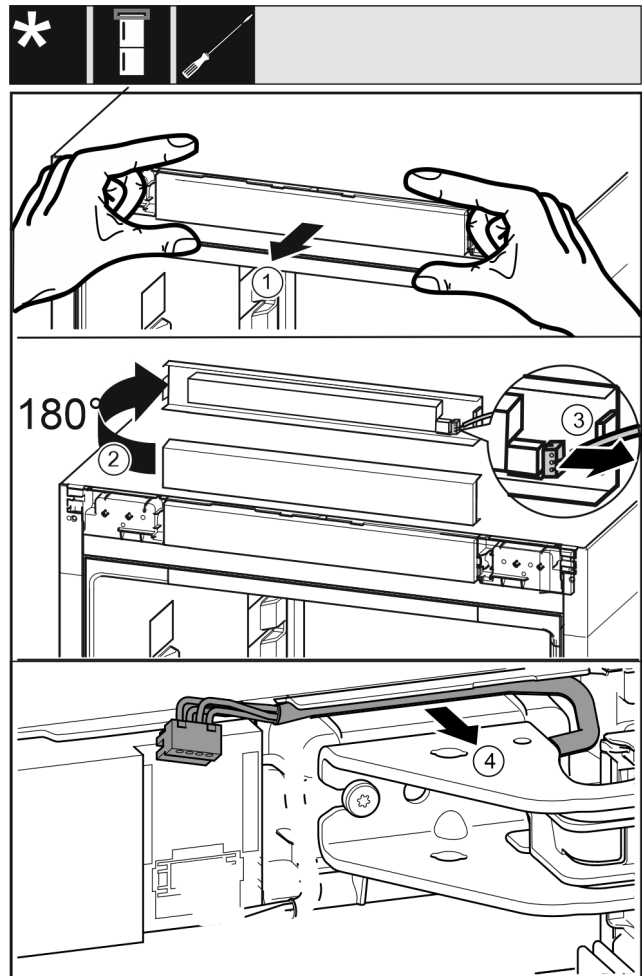

Fig. 22
- ▶ 小心地向前松开控制面板 Fig. 22 (1)。
- ▶ 将控制面板 Fig. 22 (2) 向上旋转 180°。
- ▶ 向后按住止动凸缘 Fig. 22 (3)，并小心地拉出插头。
- ▶ 将托架上方电缆 Fig. 22 (4) 小心地从导向装置上松开。